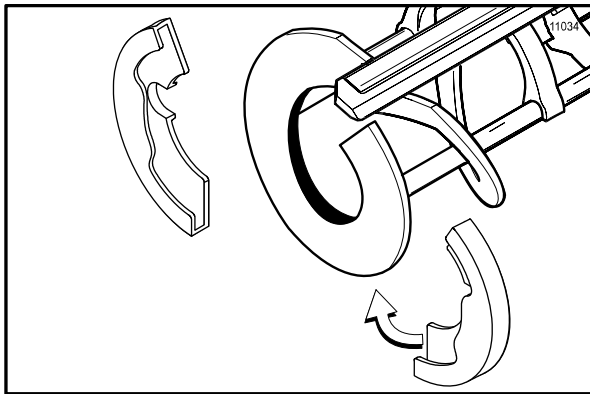

Figura 132
5. Instale os calços do batedor. (Veja a Figura 132.)